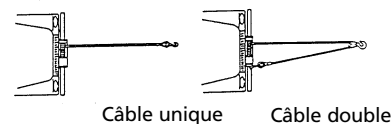

Figure 1
1. Le X9 a une capacité nominale de 9000 livres (4082 kg) (à câble unique) sur la couche de câble située la plus près du tambour. **NE SURCHARGEZ PAS LE TREUIL. N'ESSAYEZ PAS DES TREUILLAGES PROLONGÉS AVEC DES CHARGES LOURDES.** Ne maintenez pas l'alimentation au treuil si le moteur cale. Les surcharges peuvent endommager le treuil et/ou le câble et peuvent créer des conditions dangereuses. **POUR LES CHARGES DE PLUS DE 6000 LIVRES (2721 kg), NOUS RECOMMANDONS D'UTILISER LE PALAN FACULTATIF AFIN DE DÉDOUBLER LE CÂBLE** (Fig. 1 et 15). Ceci réduit la charge appliquée au treuil et au câble d'environ 50%. En cas d'attache au même véhicule, fixez le treuil au cadre ou à un autre point de porte-charge. **Le moteur**